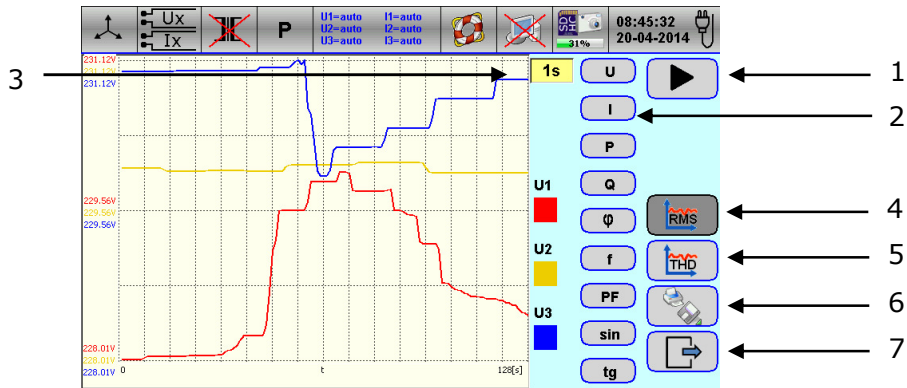
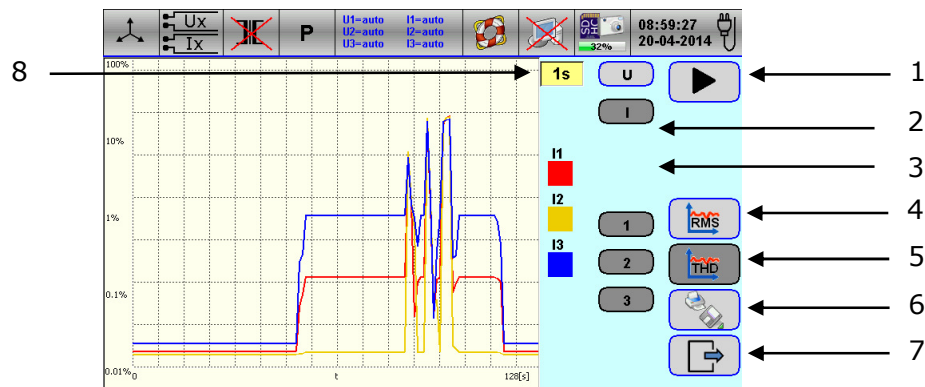

Abb.7.16. Fenster zur Anzeige des RMS-Trenddiagramms
Abb.7.18. Fenster des THD Trends
- Drücken Sie das Symbol,  (☞ Abb.6.1 Pos.2) um das Fenster der RMS-Trenddiagrammanzeige aufzurufen. (☞ Abb.7.16).
- Wählen Sie mit den Symbolen U, I, P, Q, ϕ , f, PF, sin, tg (☞ Abb.7.16 Pos.2) den entsprechenden Parametertyp aus, um das Fenster zur Phasenauswahl anzuzeigen (☞ Abb.7.17). Folgende Parameter von drei Phasen Netzwerk werden angezeigt.
- Drücken Sie das Zeitsymbol (☞ Abb.7.16 Pos.3) um die numerische Tastatur aufzurufen und einen Zeitwert zwischen 1s und 100 s einzugeben. Zum Abschluss die enter Taste drücken.
- Drücken Sie das Symbol  (☞ Abb.7.16 Pos.1) um eine Messung zu starten und das Symbol  um die Messung zu stoppen.
- Drücken Sie das Symbol  (☞ Abb.7.16 Pos.5) um das THD Trendfenster zu öffnen (☞ 7.4.2).
- Drücken Sie das Symbol  (☞ Abb.7.16 Pos.6) um Messergebnisse in einer Datei zu speichern (☞ 6.3.1) oder einen Report auszudrucken (☞ 6.3.2).
- Drücken Sie das Symbol  (☞ Abb.7.16 pos.7) zum verlassen.
- Drücken Sie das Symbol  (☞ Abb.7.16 Pos.5) um das THD Trendfenster aufzurufen (☞ Abb.7.18).
- Selektiere Spannung oder Strom mit dem Symbol U, I (☞ Abb.7.18 Pos.2).
- Selektiere die gewünschte Phase 1, 2, 3 (☞ Abb.7.18 Pos.3).
- Drücken Sie das Zeit Symbol (☞ Abb.7.18 Pos.8) um die numerische Eingabe zu erreichen und gebe eine Zeit zwischen 1s und 100s ein. Dann mit der enter Taste beenden.
- Drücken Sie das Symbol  (☞ Abb.7.18 Pos.1) um eine Messung zu starten und das Symbol  um zu stoppen..
- Drücken Sie das Symbol  (☞ Abb.7.18 Pos.4) um das RMS Trenddiagramm aufzurufen (☞ 7.4.1).
- Drücken Sie das Symbol  (☞ Abb.7.18 Pos.6) um Ergebnisse in einer Datei zu speichern (☞ 6.3.1) oder einen Report auszudrucken (☞ 6.3.2).
- Drücken Sie das Symbol  (☞ Abb.7.18 Pos.7) zum verlassen.
Position in Fig.7.18	Beschreibung